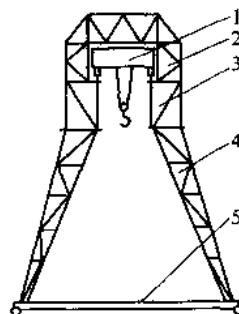

图 1-14 桁架结构双梁式
(2) 桁架结构双梁门式起重机 桁架结构的双梁门式起重机，其主梁和支腿为桁架结构，如图 1-14 所示。